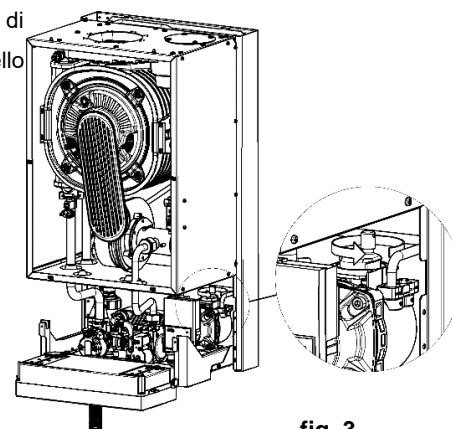

fig. 3.
6. Allenta il tappo sullo sfiato automatico della pompa. Rivolgi il foro d'uscita del tappo verso destra per proteggere il convertitore di pressione dall'allagamento dall'acqua (fig. 3).